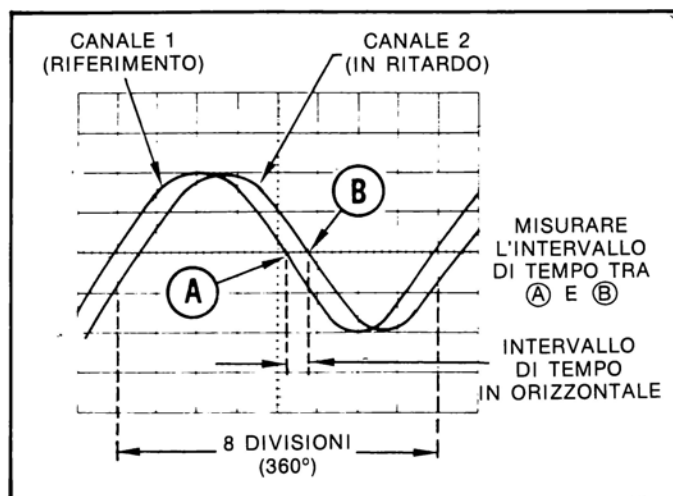
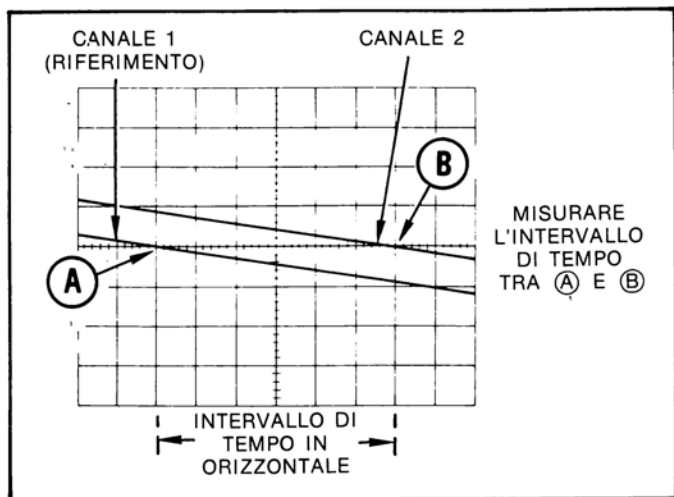

Figura 45
Figura 46
- Come indicato in figura 45 regolare il comando POSITION della sezione orizzontale e ritoccare il comando di regolazione fine della velocità di scansione in modo che un ciclo completo del segnale di riferimento occupi esattamente 8 divisioni orizzontali. Ogni divisione del reticolo rappresenta così 45° del ciclo del segnale (8 divisioni equivalgono a 360°); la calibrazione del reticolo in orizzontale viene così stabilita in 45° per divisione.
ESEMPIO: Sia la distanza in orizzontale di 0,6 divisioni, con una calibrazione in orizzontale del reticolo di $45^\circ/\text{divisione}$ come indicato in figura 45.
ESEMPIO: Se la velocità di scansione venisse aumentata di 10 volte con l'inserzione della magnificazione (con il comando di magnificazione 10 X estratto in fuori), la calibrazione in orizzontale del reticolo diverrebbe di $45^\circ/\text{divisione}$ diviso 10 e cioè di $4,5^\circ/\text{divisione}$. La figura 46 mostra gli stessi segnali riportati in figura 45, ma le tracce espanse, a causa della magnificazione, danno luogo ad una distanza in orizzontale tra le intersezioni delle tracce con la linea centrale del reticolo di 6 divisioni.